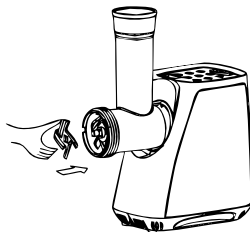

Рис. 3
7.1.3 Поместите нож на шнек плоской стороной в направлении, противоположном от шнека, как указано на рис. 3.